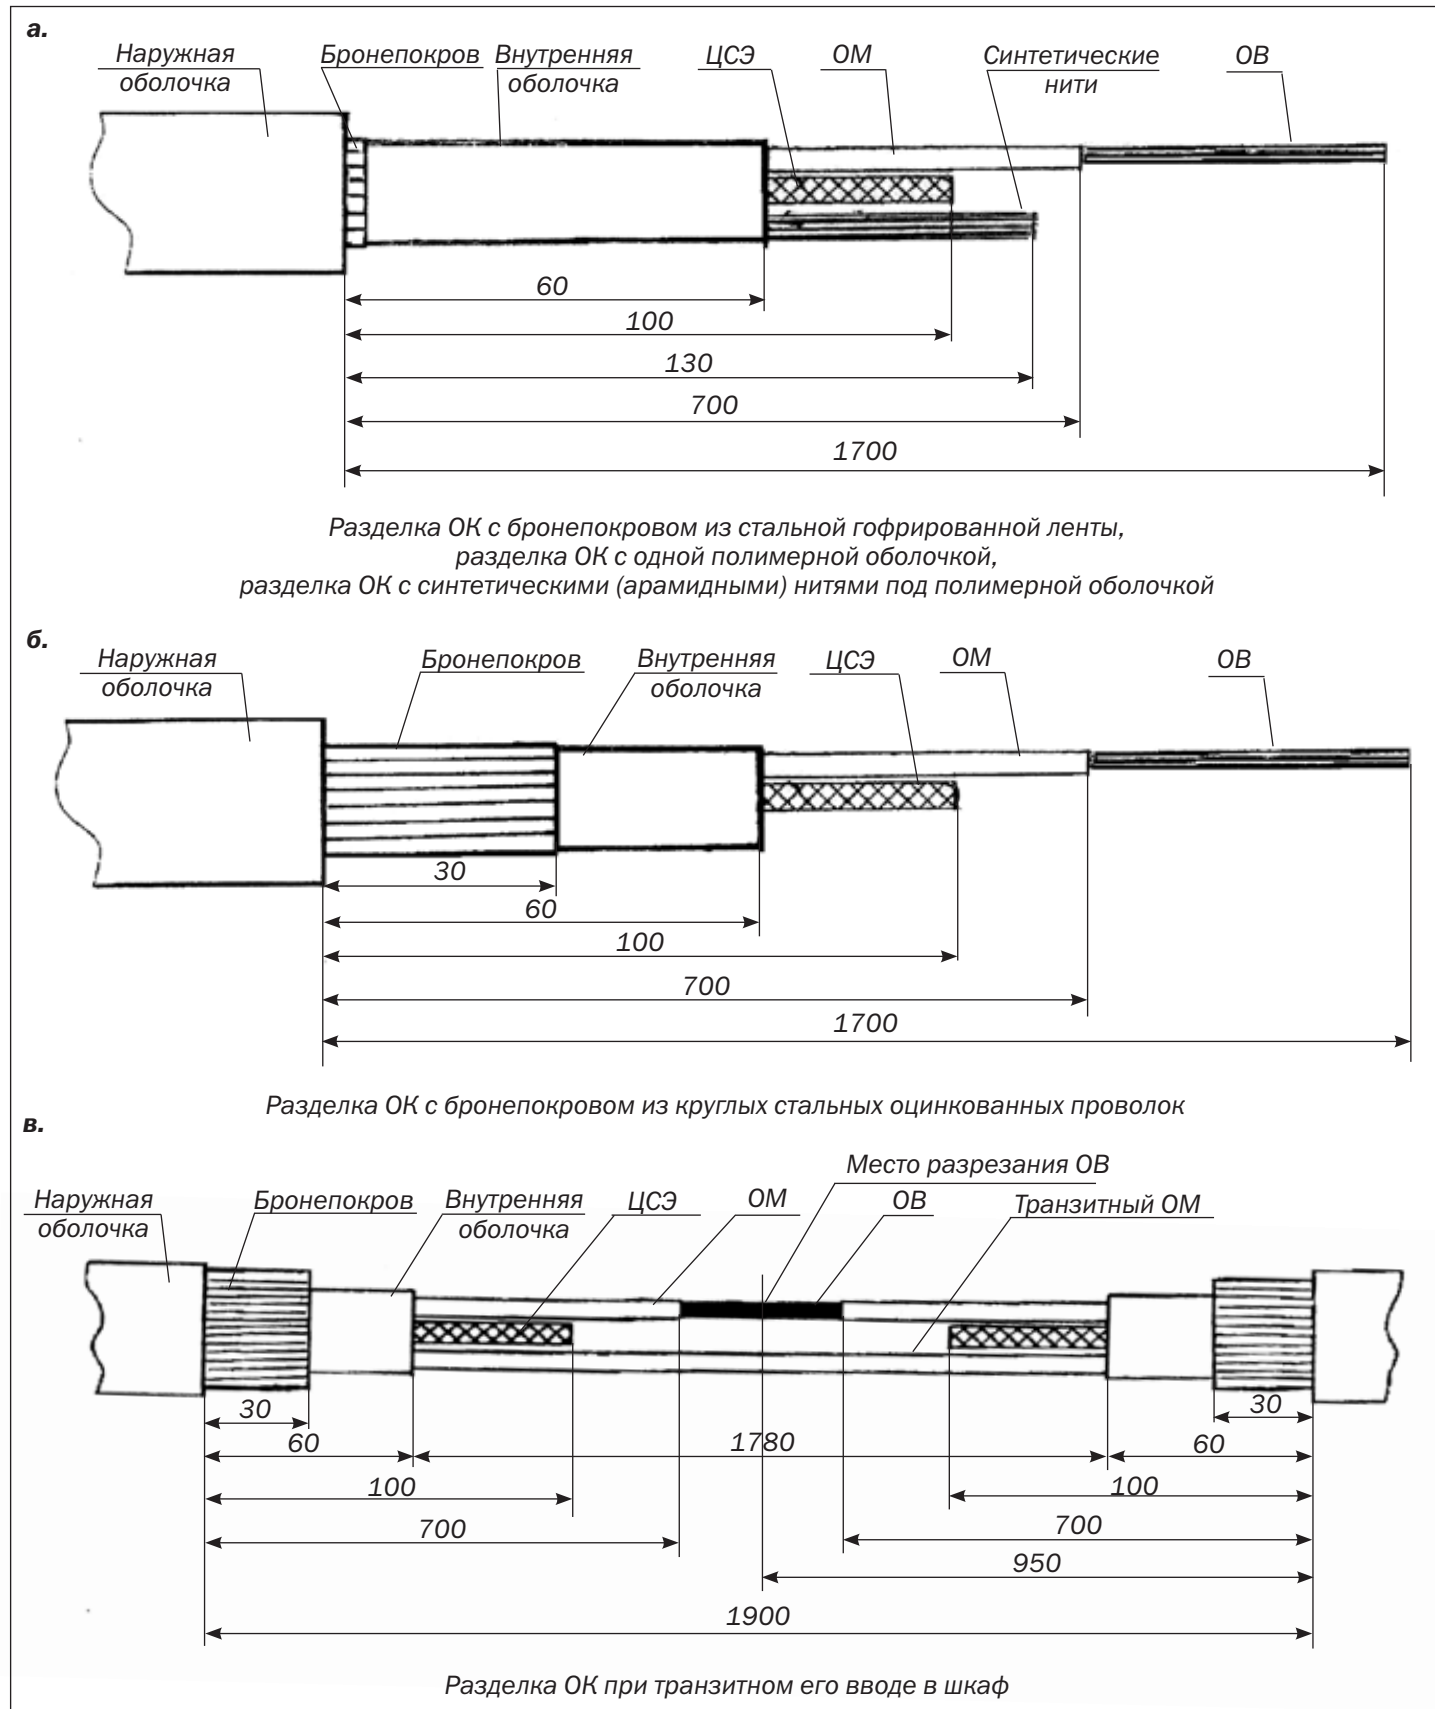

Рисунок 4.1 - Варианты разделки ОК
4.6 Если в конструкции ОК имеются синтетические (арамидные) нити, обрезать их на расстоянии 130 мм от кромки наружной оболочки (*см. рисунок 4.1 а*) ножницами для резки синтетических нитей, концы нитей скрепить лентой 88T.